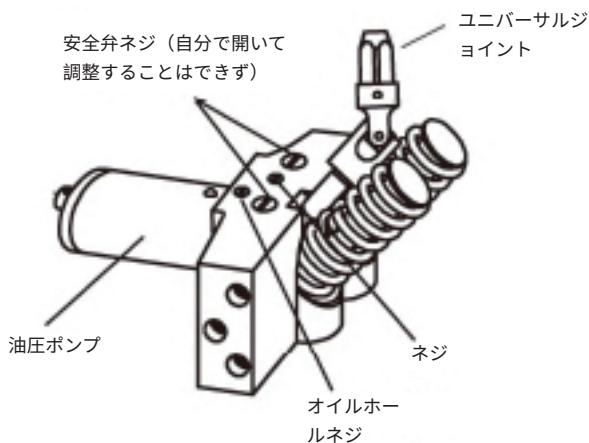

図2
- 1) オイルホールネジを緩めますが、ネジを外さないでください（図2参照）。
- 5) オイルホールネジを締めます（図2参照）。
- 1) オイルホールネジを外します（図2参照）。
- 2) オイルホールを合わせ、オイルホールから 0.6 cm 離れるまで、適格な油圧オイルをゆっくりと注入します（図2参照）（注意：オイルを注入する際、ハンドルを押さないでください）。